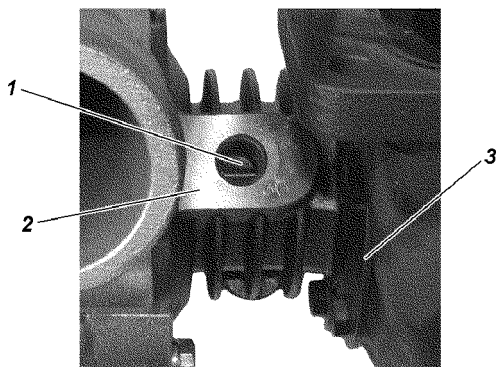

Рис. 4.160. Вид сверху на корпус подшипников:
- состояние уплотняемых поверхностей верхнего и нижнего фланцев корпуса подшипников скольжения и корпуса турбины - риски, забоины и раковины не допускаются (см. рис. 4.160 - 4.162);